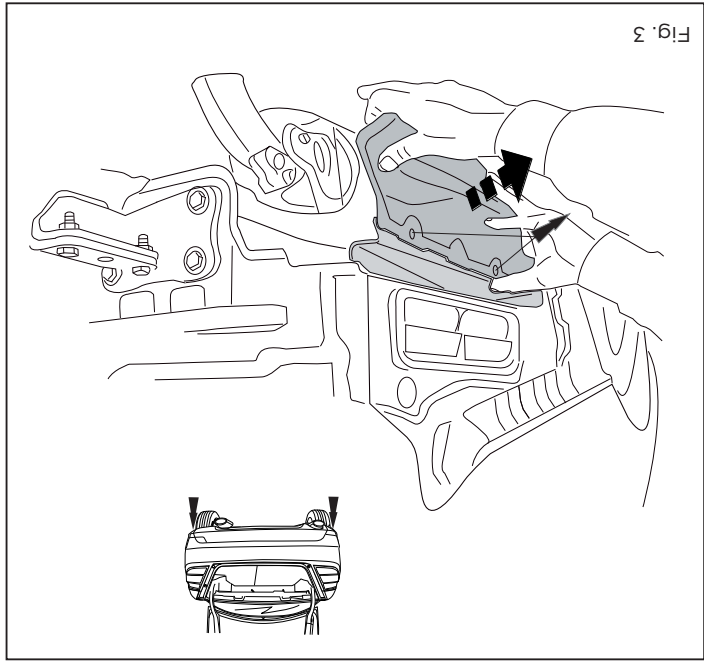

Fig. 3
3. Remove the heat shield on the right and on the left. See figure 3.
3. Links und rechts das Hitzeschild abmontieren. Siehe Abbildung 3.
3. Déposer à gauche et à droite le bouclier thermique. Voir la figure 3.